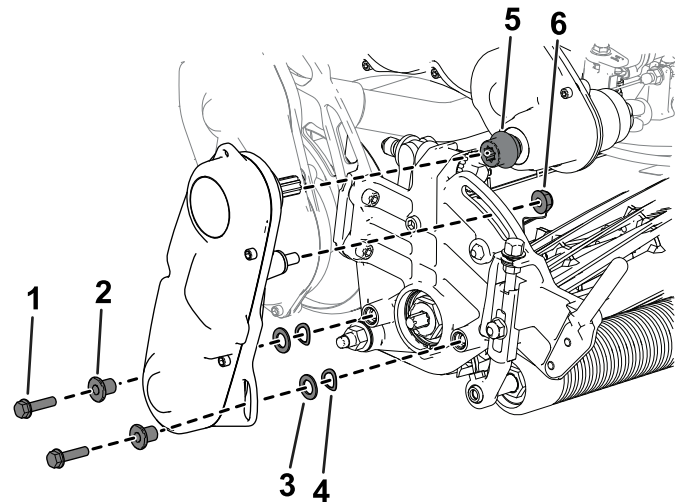

Figura 5
6. Instale el acoplamiento en el árbol de transmisión (Figura 5).
7. Utilice las fijaciones que retiró anteriormente para instalar el conjunto de transmisión del molinete en la unidad de corte (Figura 5).
8. Asegúrese de que el acoplamiento (Figura 5) se puede mover fácilmente hacia delante y hacia atrás en el árbol de la transmisión.